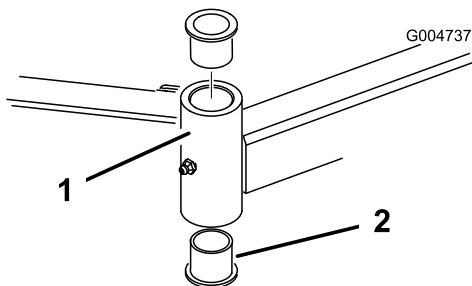

Figura 124
4. Inserte un botador fino en la parte superior o inferior del tubo de montaje y dé golpes hasta que salga el casquillo del tubo (Figura 124).